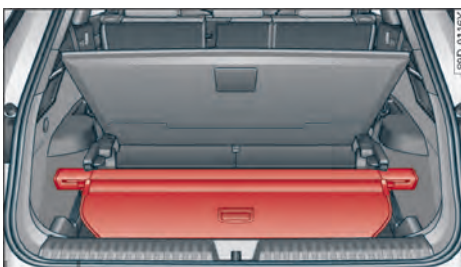

图 88 行李厢地板下方：存放行李厢盖板
- 将拆卸下来的行李厢盖板放置在侧边托架的前部凹槽上⇒图 88。